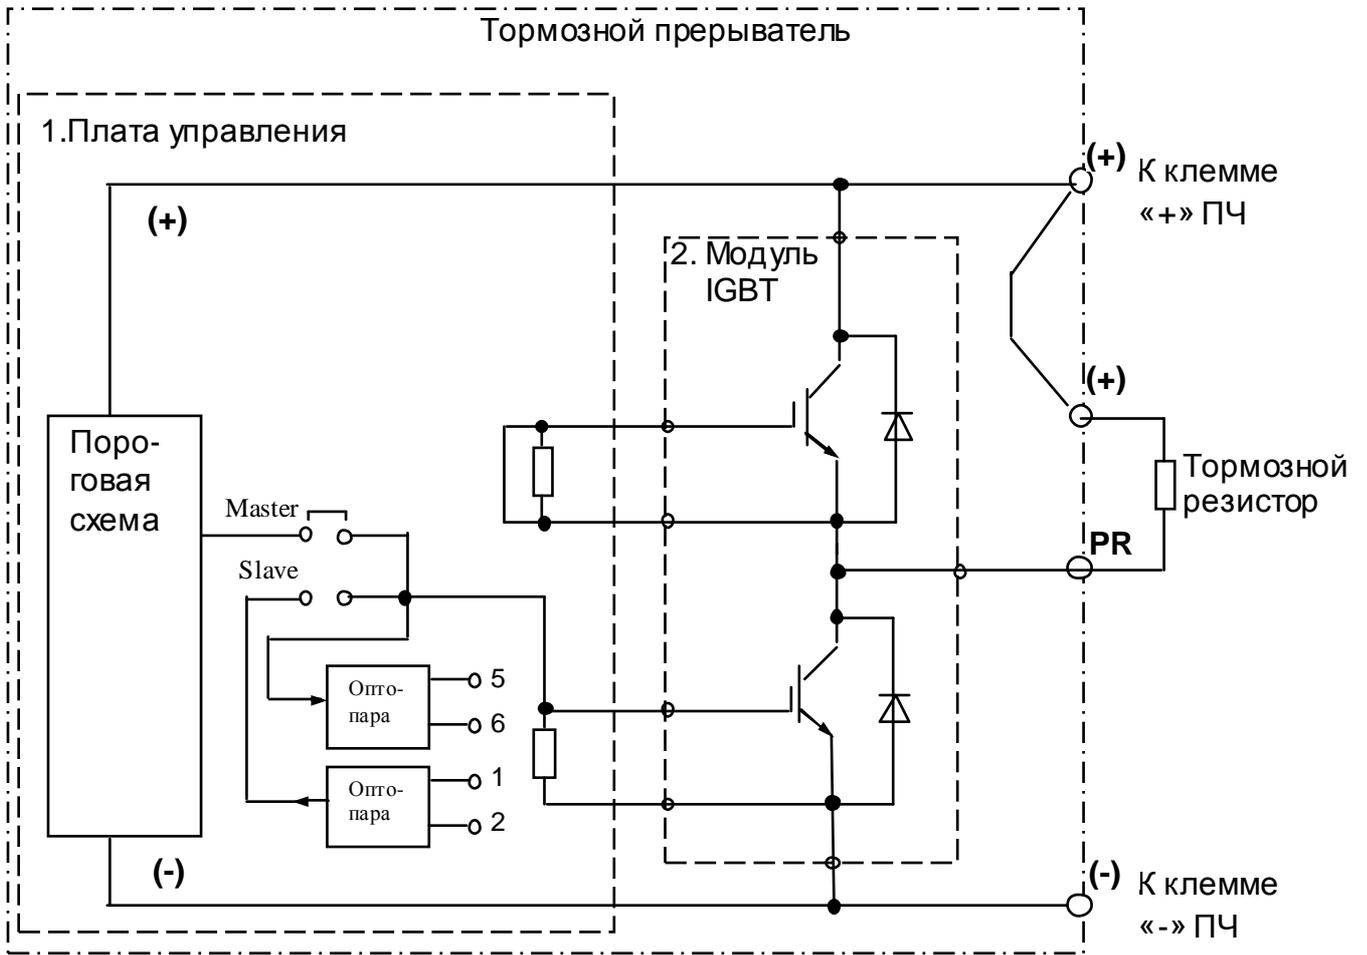

рис. 4.2. Блок-схема тормозных прерывателей EI-BR-030H и EI-BR-075H.
4.3. Блок-схема тормозных прерывателей EI-BR-030H и EI-BR-075H приведена на рис. 4.2.
4.4. Фотографии сменных узлов, входящих в состав тормозных прерывателей EI-BR-030H и EI-BR-075H, приведены в табл. 4.1. (Порядковые номера соответствуют рис. 4.2)